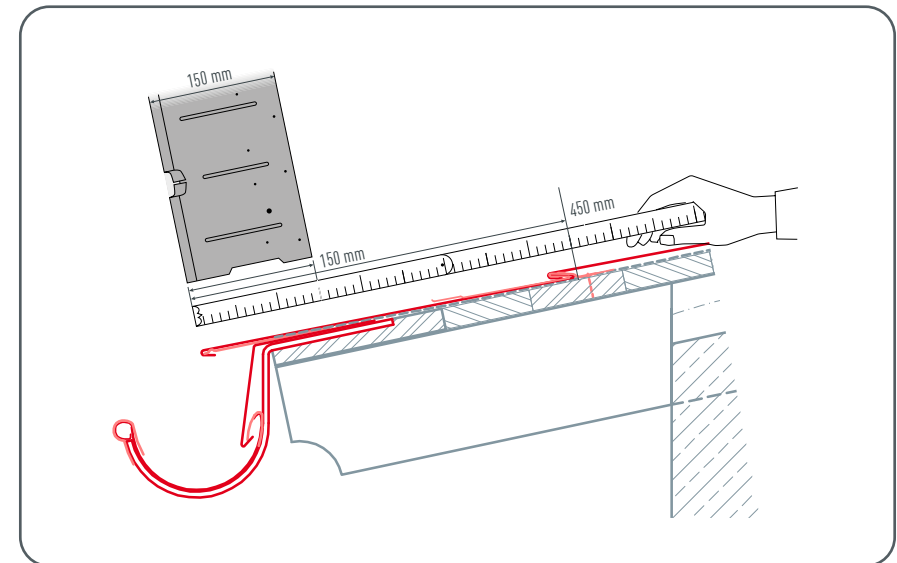

Abbildung 52 • Saumstreifen für Dachplatte
**BEI VERLEGUNG AUF LATTUNG:** Messen Sie von der Oberkante der ersten Hauptplatte 470 mm in Richtung Traufe. Machen Sie 150 mm (Saumstreifenbreite) von unten eine Markierung (= Saumstreifenbreite Oberkante, Abbildung 52).